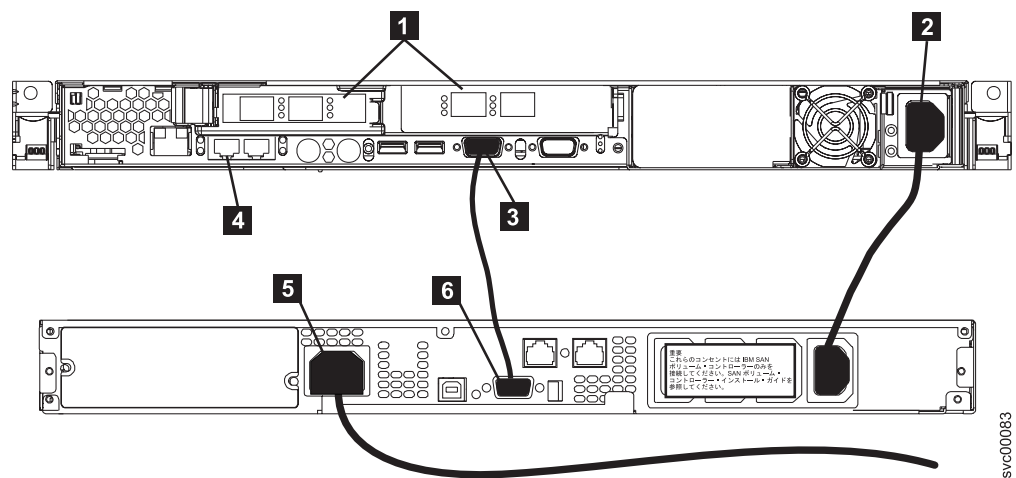

図 39. SAN ボリューム・コントローラー 2145-8F2 の電源ケーブルを 2145 UPS 1U に接続します。
1. SAN ボリューム・コントローラー 2145-8F2 の背面の電源コネクタ **2** に電源ケーブルを差し込みます。図 39 を参照してください。